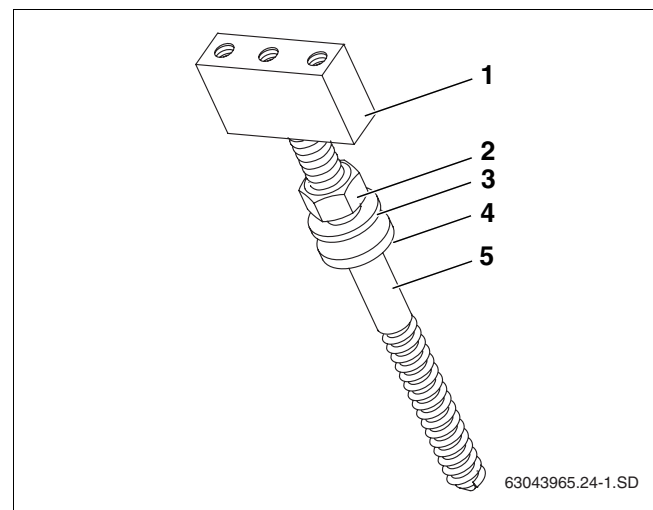

Fig. 23 Sequenza di montaggio delle viti prigioniere
- Per il montaggio delle viti prigioniere rispettare la successione dei singoli pezzi (fig. 23).
- Ruotare il blocco di fissaggio (fig. 23, **pos. 1**) fino all'arresto sulla vite prigioniera (fig. 23, **pos. 5**).